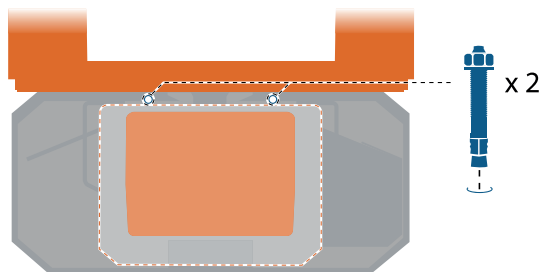

Bild 21 Verankern Sie Niveaulifte ohne zentrales Stützbein mit weiteren 2 Blitzankern im Untergrund.
8. Bei Niveauliften ohne zentrales Stützbein: Verankern Sie den Niveaulift mit weiteren 2 Blitzankern im Untergrund, siehe Abbildung 21. Weitere Informationen finden Sie unter www.edmolift.com/installation.